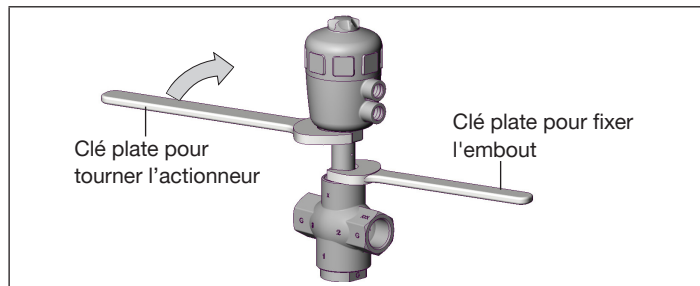

Fig. 2 : Tourner avec une clé plate
- Positionner une clé plate appropriée sur les six pans de l'actionneur (voir « Fig. 2 »).
- ▶ Tournez l'actionneur uniquement dans le sens prescrit (voir « Fig. 2 »).